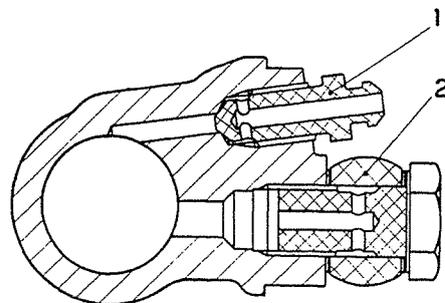

Abb. 299 - Querschnitt durch einen Radbremszylinder.
- 3) Entlüftungsschraube (1, Abb. 299) um einige Umdrehungen aufschrauben und Bremsfusshebel mehrere Male schnell durchtreten, bis keine Luftblasen mehr aus dem Schlauch austreten.